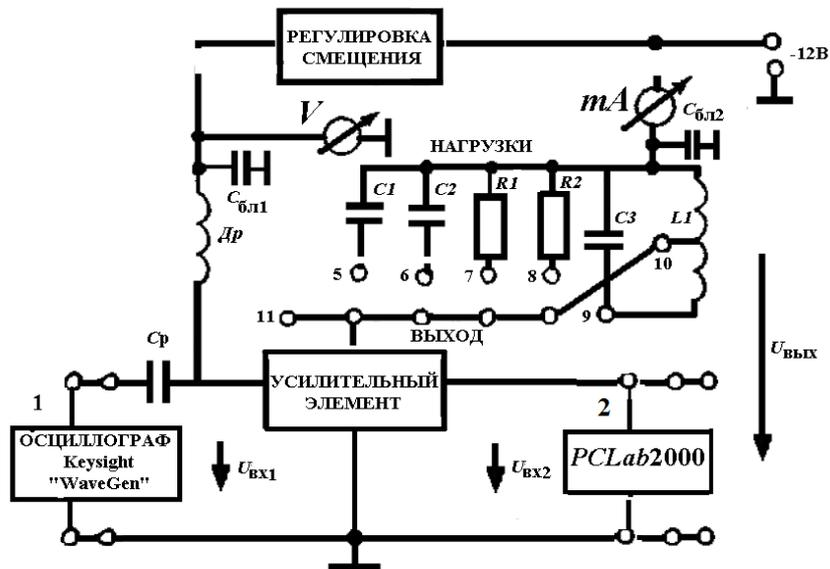

Рис.2.3 Структурная схема амплитудного модулятора
- 6.1.1. Соберите схему для исследования амплитудной модуляции (рис.2.3).